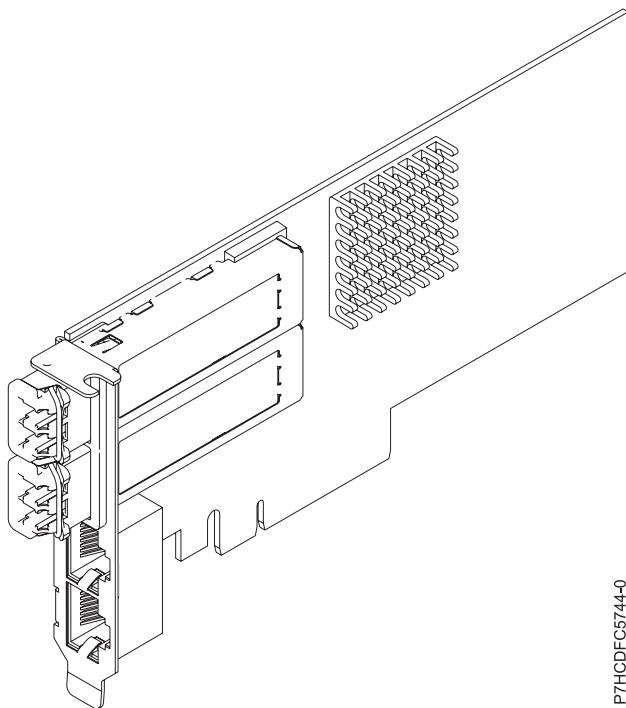

Figura 20. Adaptador UTP PCIe2 2x10GbE SR 2x1GbE
L'adaptador UTP PCIe2 2x10GbE SR 2x1GbE és un adaptador de cables unificat Ethernet PCI Express de 4 ports i de la 2a generació amb una interfície de bus d'amfirió PCI Express 2.0. L'adaptador s'ha optimitzat per a dur a terme tasques de informàtiques de núvol, de virtualització, d'emmagatzematge i altres aplicacions del centre de dades. L'adaptador de quatre ports proporciona dos ports Ethernet de 10 Gb i dos ports Ethernet d'1 Gb. Els dos ports transceptors de coure de 10 Gb SFP+ (Small Form-Factor Pluggable - connectable de format petit) amb arrel única (SR) es fan servir per oferir connectivitat amb altres servidors o commutadors de la xarxa. Cada port SFP+ (SR) proporciona connectivitat Ethernet a una velocitat de dades nominal de 10 Gbps (gigabits per segon) i utilitza els cables twinaxials SFP+ de coure de fins a 5 metres (16,4 peus) de llarg. Cada port RJ45 proporciona connectivitat Ethernet a una velocitat de dades d'1 Gbps. L'agregació d'enllaços i els dispositius de migració després d'un error de l'adaptador són ideals per a aplicacions de xarxa de gravetat que requireixen redundància i alta disponibilitat. La Figura 20 mostra l'adaptador FC 5745.